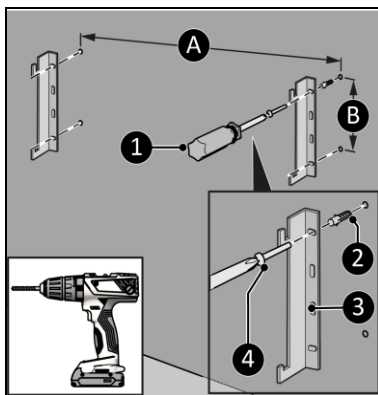

Figura 9
4. Faceți patru găuri pentru suporturi, cele două găuri inferioare la cel puțin 125 mm deasupra podelei. Distanța dintre găurile verticale (Figura 9, poz. B) este de 105 mm. Distanța dintre găurile orizontale este de aproximativ (Figura 9, poz. A și B)*:
5. Montați prize de perete (Figura 9, poz. 2).
6. Înșurubați și strângeți suporturile din stânga și dreapta (Figura 9, poz. 3) pe perete cu un șurub mare (Figura 9, poz. 4), folosind o șurubelniță cu cap în cruce (Figura 9, poz. 1).